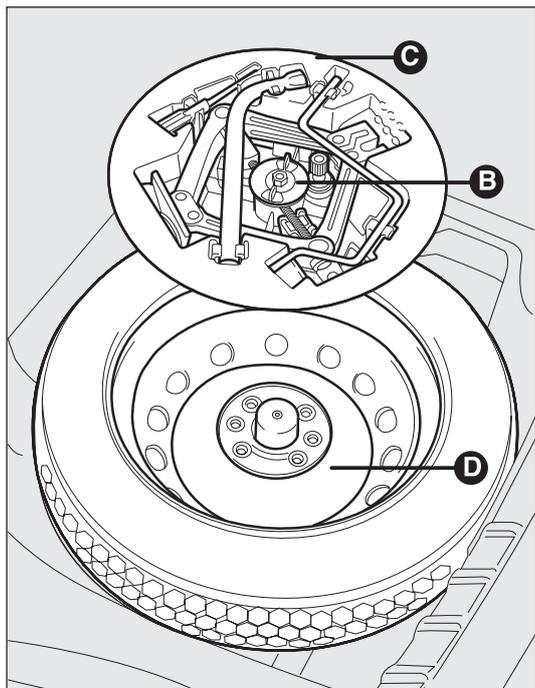

fig. 122
- quite los dos tornillos de fijación B-fig. 122;
- coloque la rueda de repuesto D-fig. 122 en el compartimento del maletero;